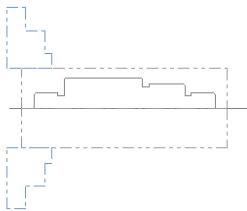

图 18.3 预览夹爪形状和位置
Step5. 设置夹爪的尺寸。在 **使用定义位置** 区域的 **直径:** 文本框中输入值 65.0, 在 **Z:** 文本框中输入值 15.0; 单击 **预览车床边界** 按钮查看夹爪, 结果如图 18.3 所示。按 Enter 键, 然后在“机床组件管理 - 夹头设置”对话框中单击 **✓** 按钮, 系统返回至“机器群组属性”对话框。